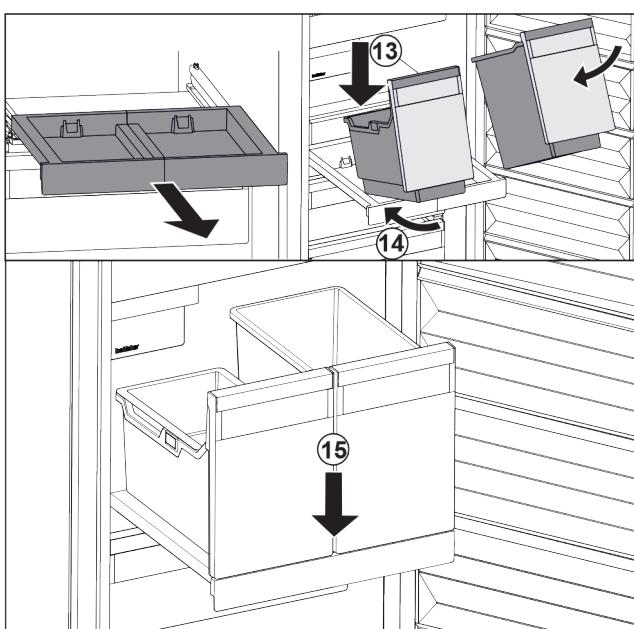

Fig. 95
- Nasadte nádobu šikmo na vyťahovaciu poličku. Fig. 95 (13)
- Zasuňte nádobu šikmo dozadu. Fig. 95 (14)
- Zložte nádobu vpred. Fig. 95 (15)